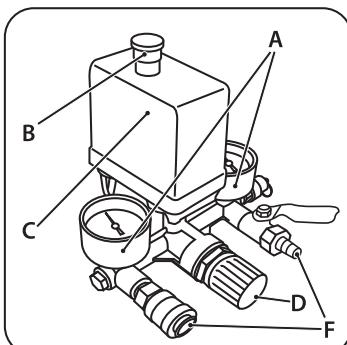

рис. 11
Компрессор работает полностью автоматически при помощи редедавления (C) (рис. 11), останавливающего двигатель по достижении максимального давления и запускающего компрессор при падении давления до минимального установленного уровня (на 2 бара меньше максимального рабочего давления).
Для правильного использования компрессора проверьте оптимальное значение давления для инструмента, которым Вы должны пользоваться. При помощи выходного редуктора и манометра расхода выходного воздуха возможна регулировка выходного давления сжатого воздуха. Для выполнения этой операции нужно повернуть вентиль редуктора (D) по часовой стрелке для увеличения давления, а против часовой стрелки — для уменьшения давления. По окончании работы, рекомендуется перевести значение выходного давления на нуль по манометру (A) (рис. 11). Эта операция нужна для предотвращения увеличения погрешности и быстрого износа редуктора.
Подключение пневматического инструмента к компрессору осуществляется с помощью выходного быстросъемного штуцера (F) (рис. 11).